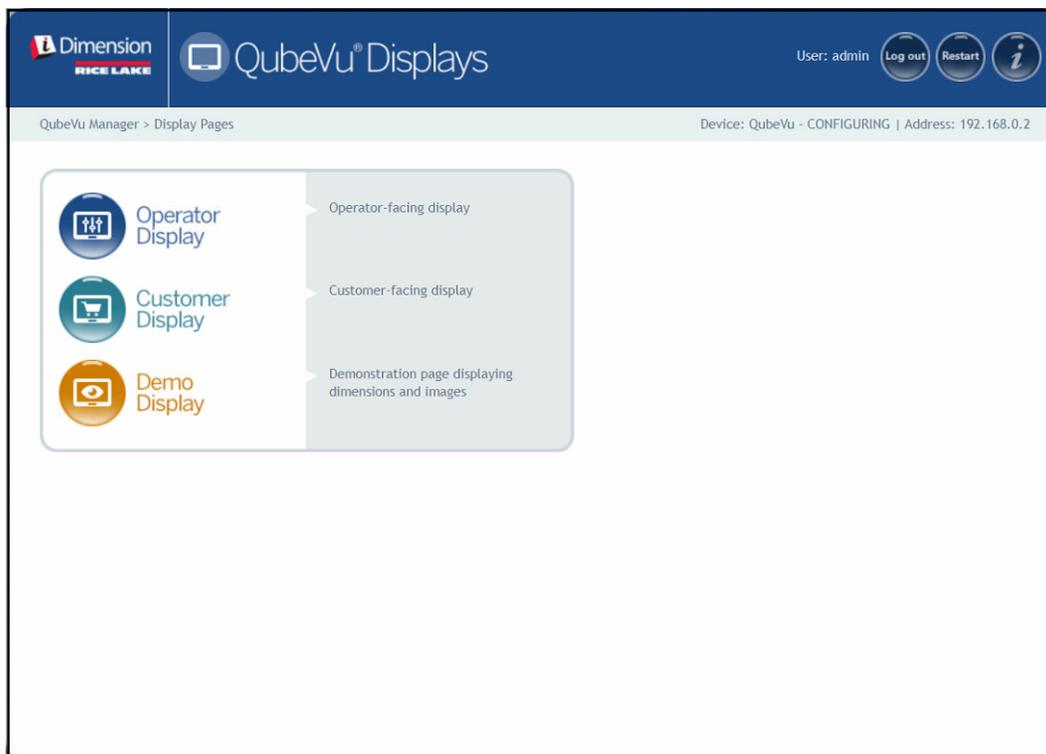

Figura 3-1. Menú de pantallas
- Seleccione  **Operator Display** en el menú **Display Pages** (Páginas de visualización) (Figura 3-1 en la página 15). Aparece la pantalla del operador.
- Seleccione  **Customer Display** en el menú **Display Pages** (Páginas de visualización) (Figura 3-1 en la página 15). Aparece la pantalla del cliente.
- Seleccione  **Demo Display** en el menú **Display Pages** (Páginas de visualización) (Figura 3-1 en la página 15).